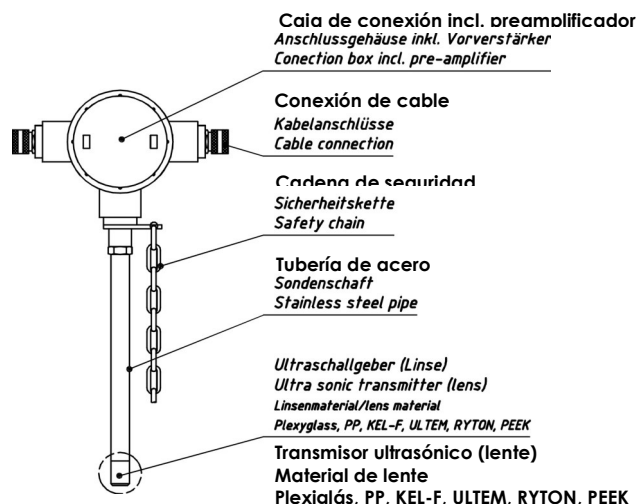

Figura 1: Elemento de medida AS3 (Sensor) [MD094 - Abb-01.jpg]
2. El sensor no se debe someter a la torsión durante el montaje o el desmontaje (véase la figura 1).